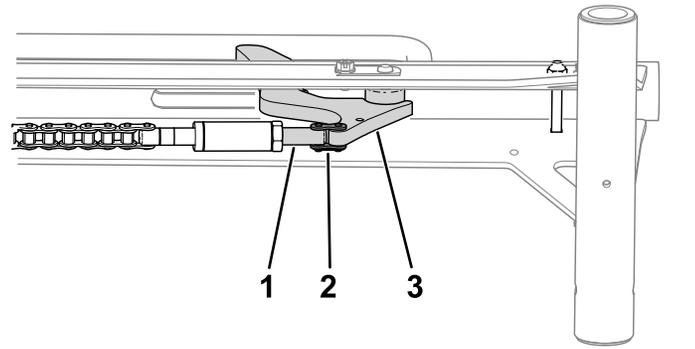

図 4
6. チェーンリンクを使って、チェーンリンク・ターンバックルをホイールストップに取り付ける 図 4。